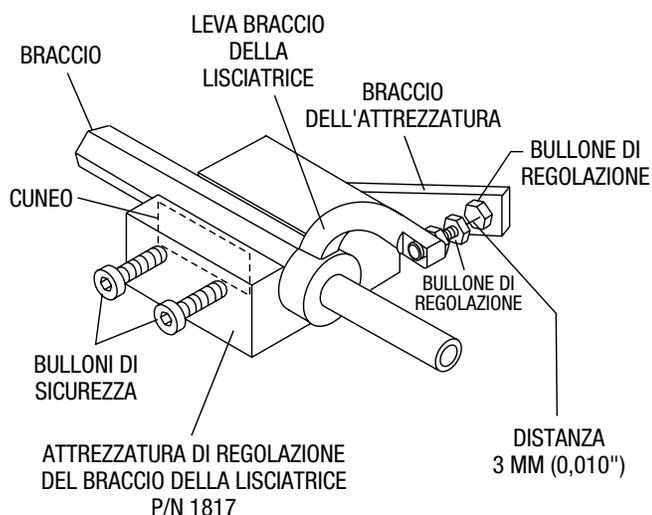

Figura 46. Componenti dell'attrezzatura di regolazione del braccio della lisciatrice
3. Svitare i bulloni di arresto sull'utensile di regolazione e posizionare il braccio della lisciatrice nella gola dell'attrezzatura come indicato alla figura 46. È possibile che sia necessario usare un cuneo sottile per coprire i fori della pala sul braccio della lisciatrice. Accertarsi di allineare il bullone di regolazione della lisciatrice con il bullone di regolazione dell'attrezzatura.